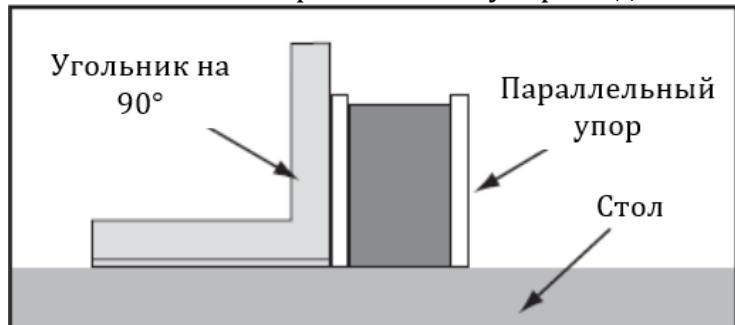

Рис. 40. Проверка перпендикулярности параллельного упора относительно стола
1. Поставить комбинированный угольник A, рис. 40, на стол одной кромкой в паз поворотной головки. Настроить угольник так, чтобы линейка касалась одного из зубьев пилы в переднем положении (рис. 31). Зафиксировать угольник в данном положении.
8. Поставить на стол угольник и отрегулировать плоскость параллельного упора, как показано на рис. 40, обеспечив перпендикулярность параллельного упора столу.